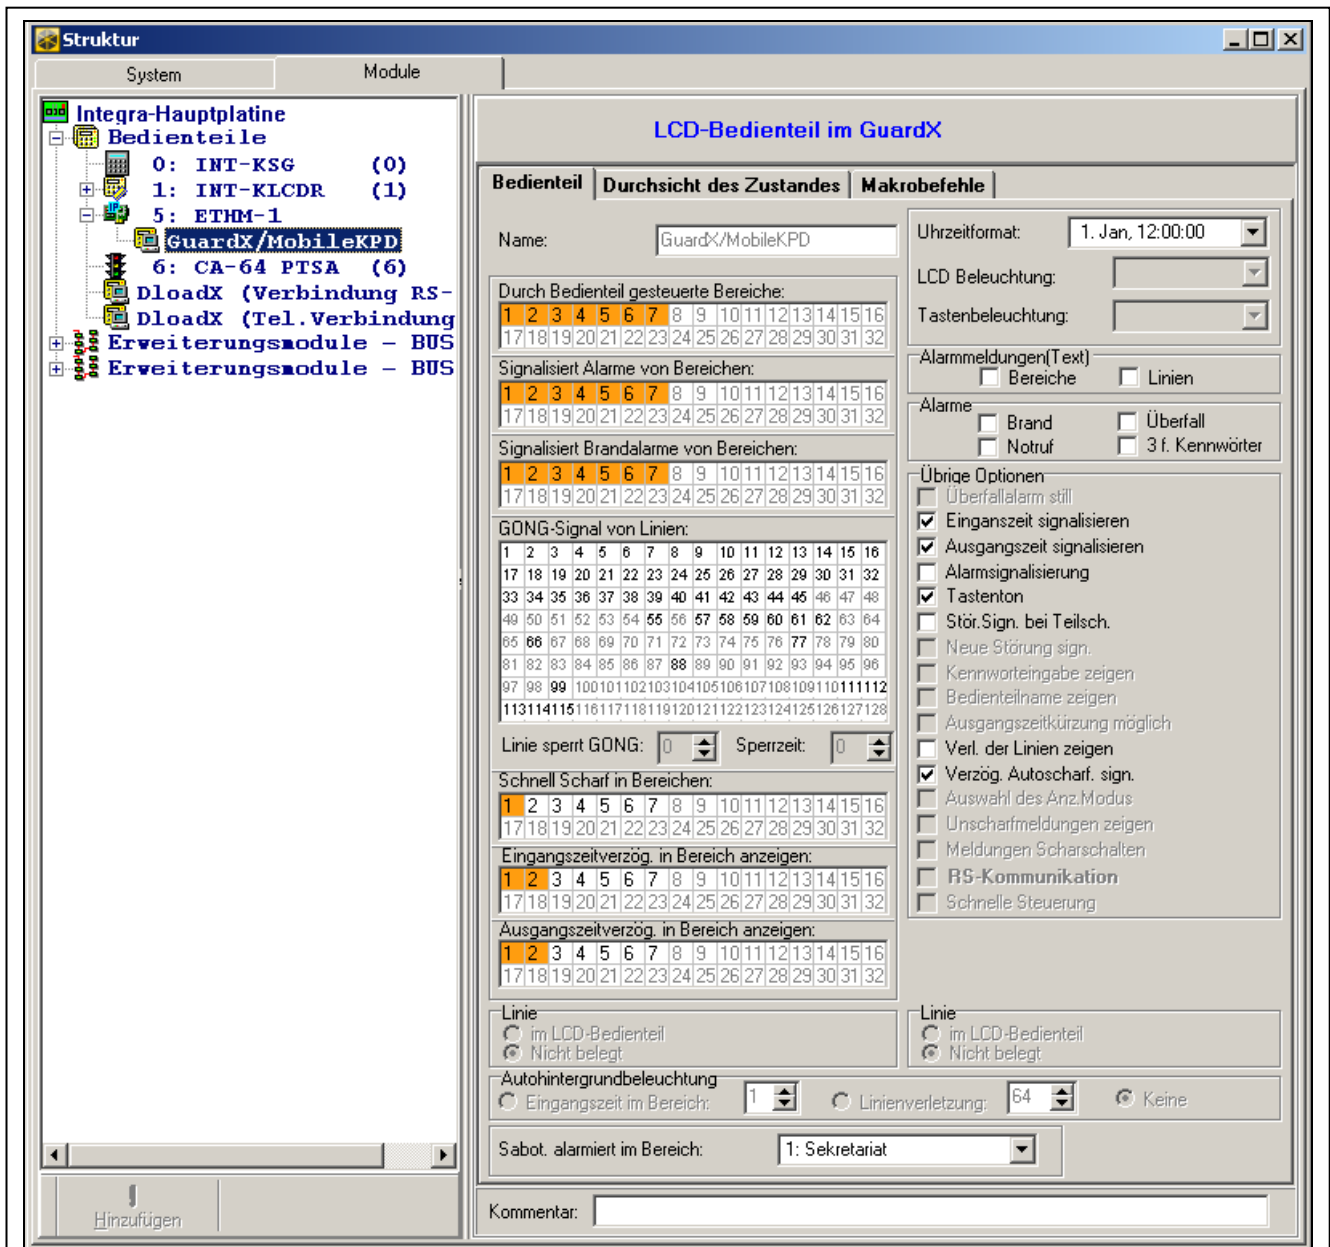

Abb. 6. Programm DLOADX: Einstellungen des virtuellen Bedienteils, das im Programm GUARDX, Internetbrowser oder im Mobiltelefon verfügbar ist.
- *Programm DLOADX: nach dem Klicken auf den Zweig „GuardX/MobileKPD“ (→Fenster „Struktur“ →Registerkarte „Module“ →Zweig „Bedienteile“ →Zweig „GuardX/MobileKPD“ – siehe: Abb. 6).*